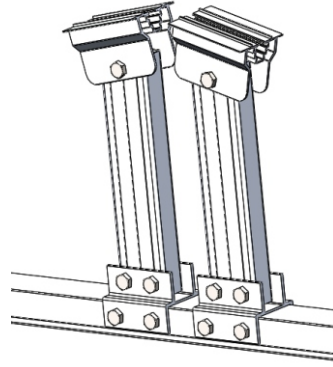

fig.3
c. Instalati piesa conectare spate ⑤ la picioarele spate ③ (fig. 3)